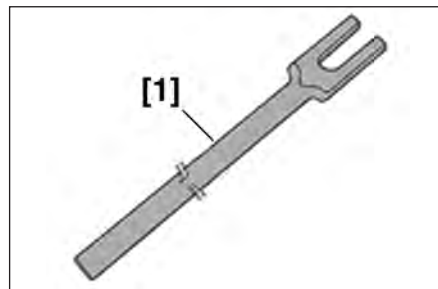

FIG.4
- [1]. Extracteur de rotule (référence. 0216-G2) (Fig.4)